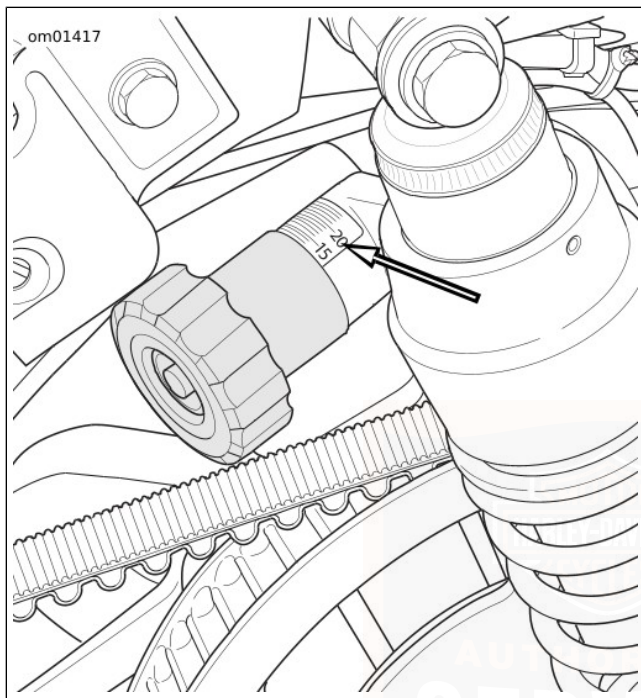

Figure 13. Bouton de réglage de la précharge
2. Voir Figure 13. Tourner le bouton sur le réglage souhaité en fonction de la charge prévue. Un déclic se fera entendre après chaque demi-rotation. Voir Tableau 19, Tableau 20 ou Tableau 21.